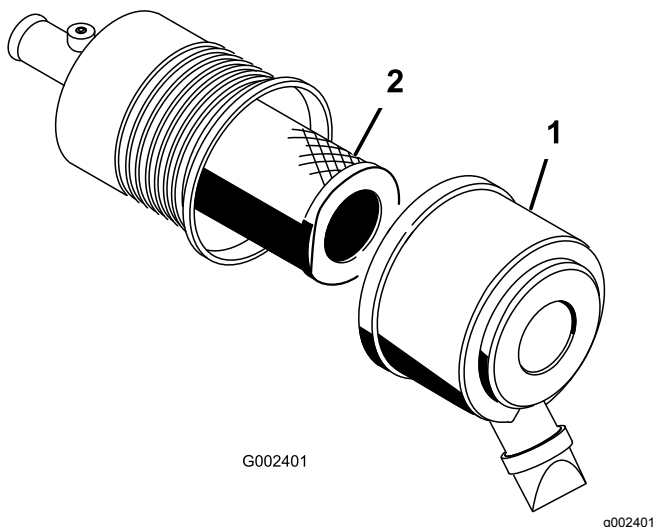

Рисунок 44
1. Освободите защелки воздухоочистителя и отделите крышку от корпуса воздухоочистителя (Рисунок 44).
3. Осторожно извлеките фильтр из корпуса воздухоочистителя (Рисунок 44).
5. Осторожно наденьте фильтр на трубчатый корпус (Рисунок 44).
6. Установите крышку воздухоочистителя таким образом, чтобы сторона, обозначенная как UP, была обращена вверх, и закройте защелки (Рисунок 44).